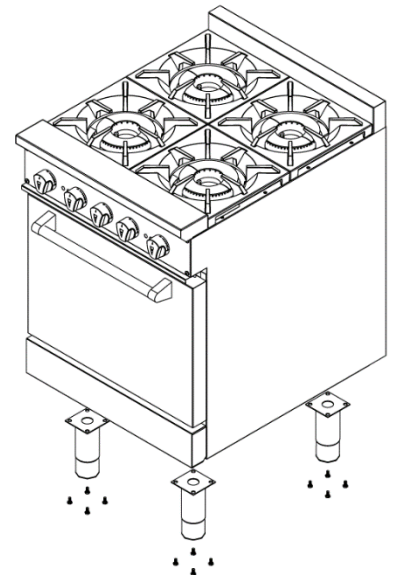

Fig. 1
Fixez la plaque de montage au-dessous de la cuisinière à l'aide des quatre (4) vis de ¼" x ½". (Fig. 1)